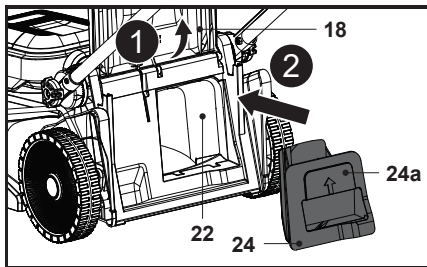

Fig. 13
1. Ouvrir le déflecteur arrière (18), maintenir la poignée encastrée (24a) et insérer l'obturateur mulching (24) dans la goulotte d'éjection arrière (22) jusqu'en butée (Fig. 13).